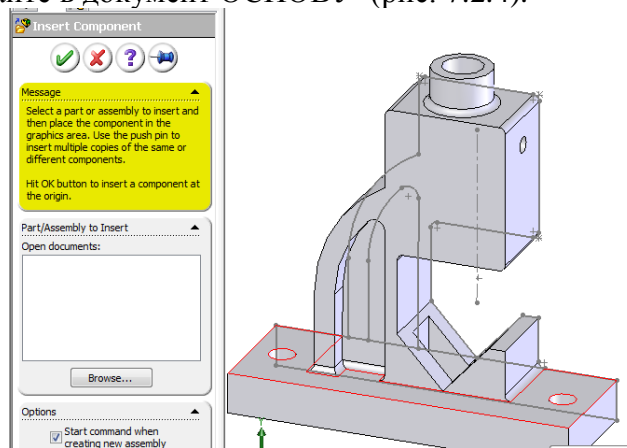

Рис. 7.2.4. Імпорт корпусу тисків в збірку
2. За допомогою діалогового вікна **ВСТАВИТЬ КОМПОНЕНТ**, яке знаходиться зліва при запуску збірки, додайте в документ **ОСНОВУ** (рис. 7.2.4).